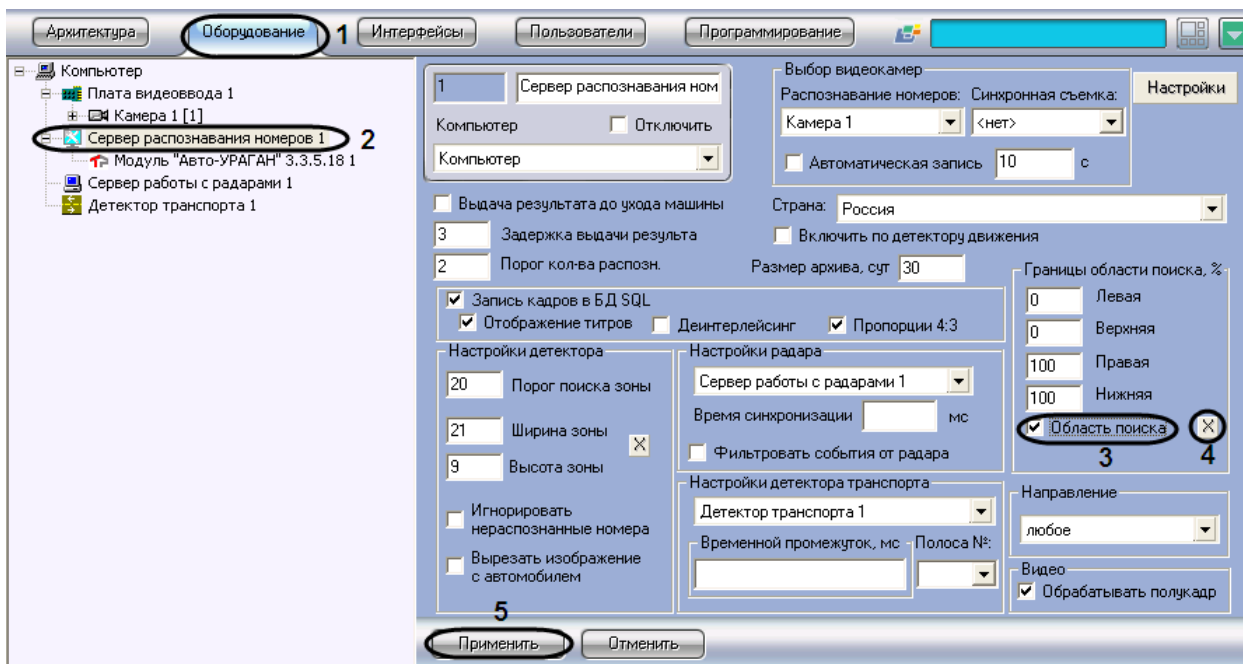

Рис. 7.2—22. Указание границ зоны поиска номерного знака
2. В дереве объектов на вкладке «Оборудование» выбрать объект «Сервер распознавания номеров», соответствующий активированному программному модулю «Авто-УРАГАН 3.3.5.18», «CARMEN-паркинг», «CARMEN-Авто» или «ACCR» (см. раздел «Активация программного модуля, используемого для распознавания номеров», Рис. 7.2—22, 2). В правой части вкладки «Оборудование» отобразится панель настройки выбранного объекта.
3. Установить флажок «Область поиска» для активации функции указания границы зоны поиска номерного знака транспортного средства в кадре видеоизображения (см. Рис. 7.2—22, 3).